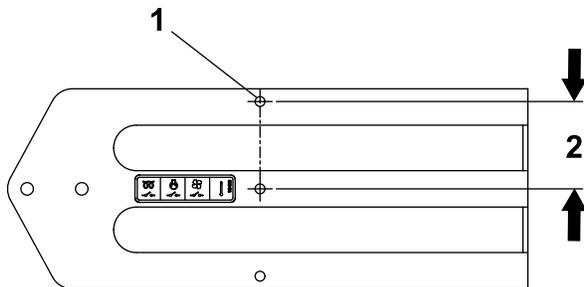

Figura 14
Utilize Figura 1, Figura 14, Figura 15 e Figura 16 para este procedimento.
4. Apenas para máquinas internacionais, localize, marque e faça um furo (9/32 pol.) na proteção, como se mostra na Figura 14 e Figura 16.